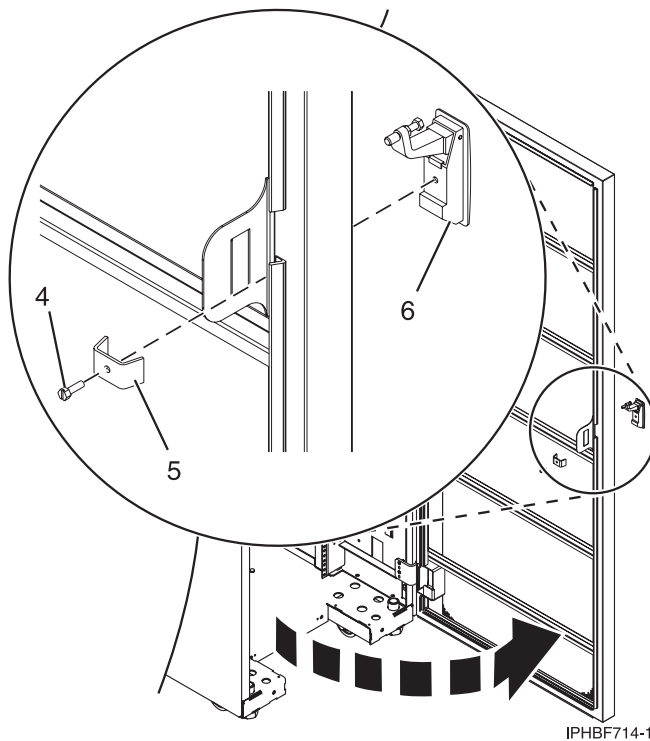

Abbildung 26. Vorhandene Klappenverriegelung ausbauen
- b. Entfernen Sie die Schraube (4) in Abb. 26 an der Innenseite der Klappe, mit der die Verriegelung an der Rackklappe befestigt ist.
- c. Bauen Sie die Halterung (5) aus.
- d. Bauen Sie an der Außenseite der Klappe die Klappenverriegelung (6) aus.
- a. Setzen Sie das Rackschloss in die Verriegelungskerbe an der Vorderseite der Klappe ein (6 in Abb. 26). Das Rackschloss besitzt eine Einkerbung, damit es nicht falsch eingesetzt werden kann.
- b. Befestigen Sie das Schloss, indem Sie die Schlosshalterung (5) mit der Schraube (4) an der Innenseite der Klappe anbringen.